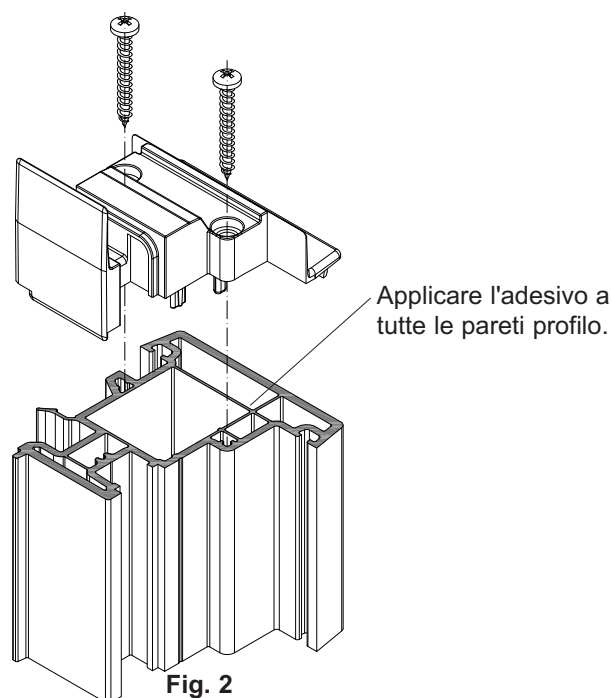

Fig. 2
- Inoltre, fissare i tappi terminali della battuta centrale con viti 3,9 x 32 mm (fig.2).